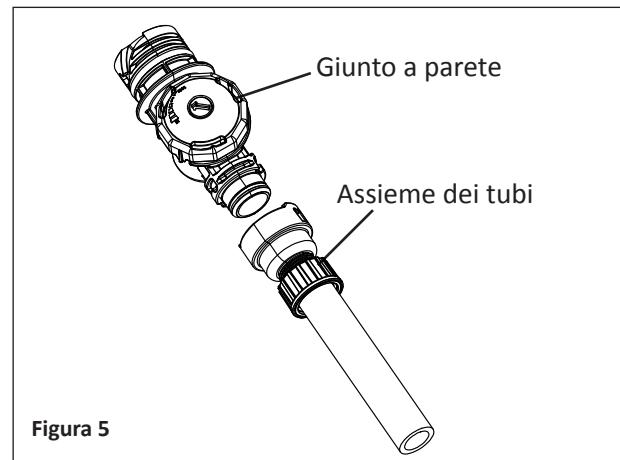

Figura 5
- Collegare l'assieme del tubo al giunto a parete. Vedere **Figura 5**. Dopodiché, collegare il giunto a parete (con il tubo) all'adattatore a parete. Vedere **Figura 5**. Prendere l'estremità opposta dell'assieme dei tubi e raggiungere il punto più lontano dall'adattatore a parete della piscina. Per evitare di allungare eccessivamente il tubo, appoggiarlo sulla superficie dell'acqua della piscina. Misurare la lunghezza in eccesso del tubo (la parte che si estende oltre il bordo della piscina). In tal modo si stabilisce la lunghezza del tubo da tagliare dalle sezioni 2 e 3.